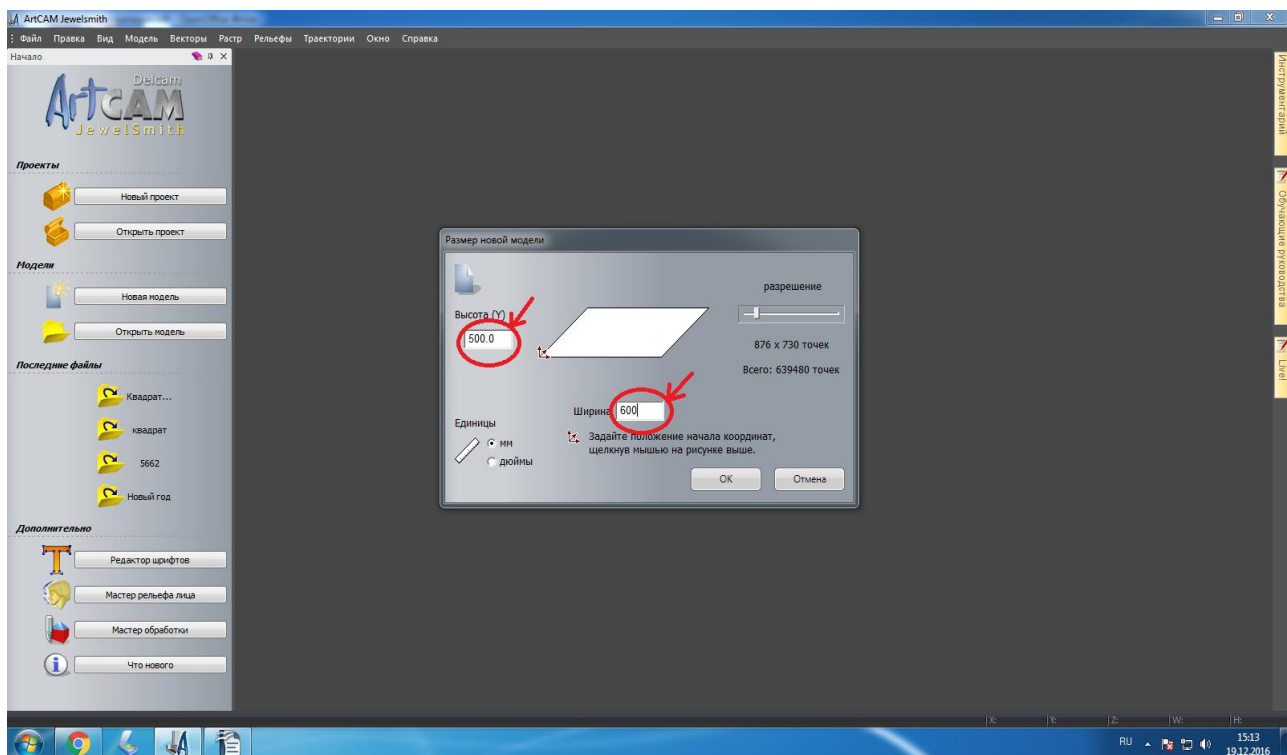

Рисунок 2. Размеры новой модели.
2. Внесите размеры новой модели по оси «X» и по оси «Y». Размеры модели зависят от размеров детали, которую вы желаете получить, рисунок 2